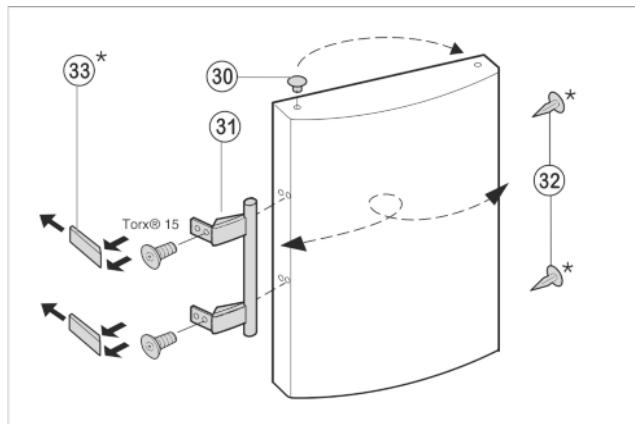

Fig. 9
- ▶ Витягніть пробки Fig. 9 (30) із втулок на дверцях і переставте їх.
- ▶ Зніміть ручки дверцят Fig. 9 (31), пробки Fig. 9 (32) та пластини Fig. 9 (33) і переставте на протилежний бік.